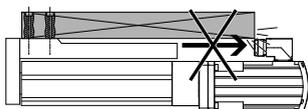

Fig. 6
- Не допускайте столкновений примыкающего элемента и полезной нагрузки с другими закрепленными снаружи деталями → Fig.6.